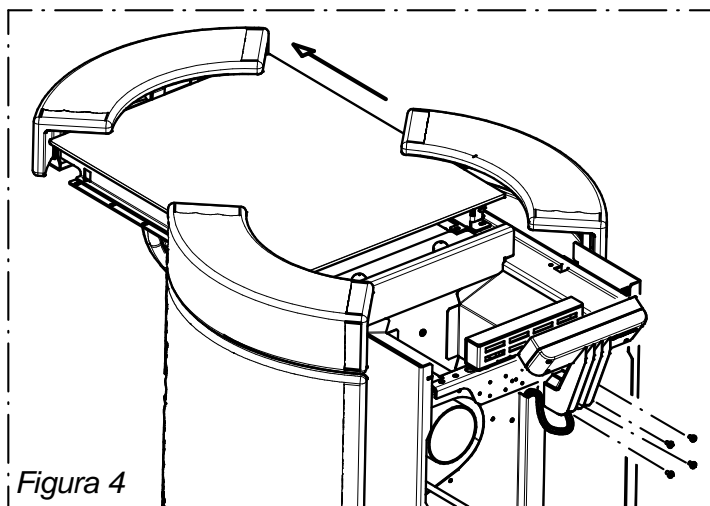

Figura 4
- Estrarre il coperchio serbatoio (Figura 4).
- Togliere le 4 viti del pannello comandi (Figura 4).